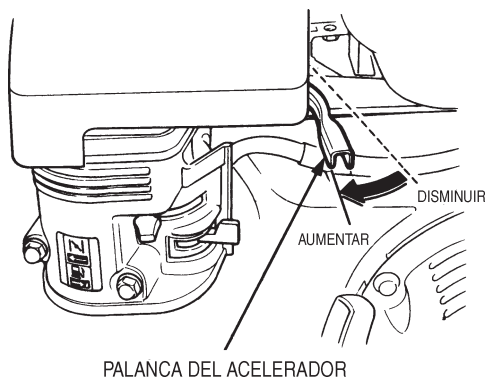

Figura 12. Palanca del acelerador
3. Mueva la palanca de acelerador (Figura 12) lejos de la posición disminuir, cerca del 1/3 de la trayectoria de la posición de aumentar.